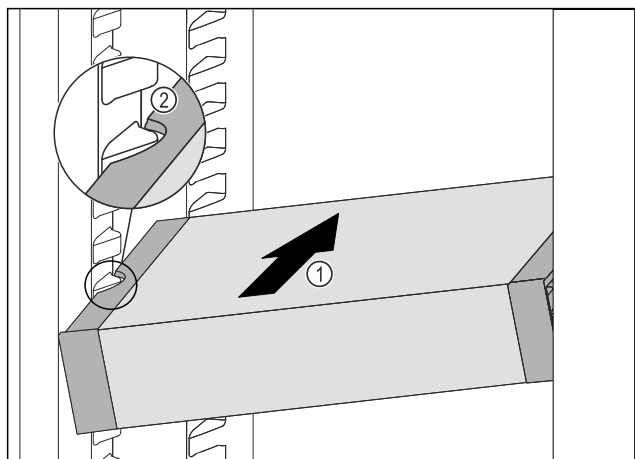

Fig. 133
- ▶ Introduzca el VarioSafe en posición oblicua en el compartimiento del frigorífico Fig. 133 (1) hasta que los huecos laterales Fig. 133 (2) del VarioSafe se encuentren a la altura de la nervadura del recipiente en el compartimento frigorífico.